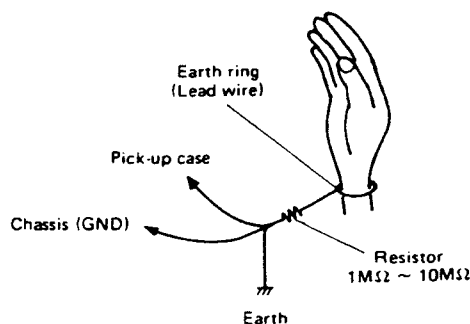

Fig.4-2
- (1) Do not touch the laser diode terminal, the LD plate and circuit components.
- (2) While adjusting the laser pick-up, be sure to ground connected instruments and your body to prevent static electricity destroying the laser diodes (See Fig. 4-2).
- (3) Laser beams are similar to infrared rays. Do not look at the beams directly, and keep your eyes at least 30cm away from them.
- (1) レーザー・ダイオード端子，及びLDプレート，回路部品に直接手を触れぬこと。
- (2) 光ピックアップを取り扱う際は，測定器等に確実なアースを取ること。又，人体アースを行ない，静電気破壊を防止してください。（Fig.4-2参照）
- (3) レーザ光は近赤外で目視は困難です。目の安全のため目を対物レンズから30cm以上離してください。